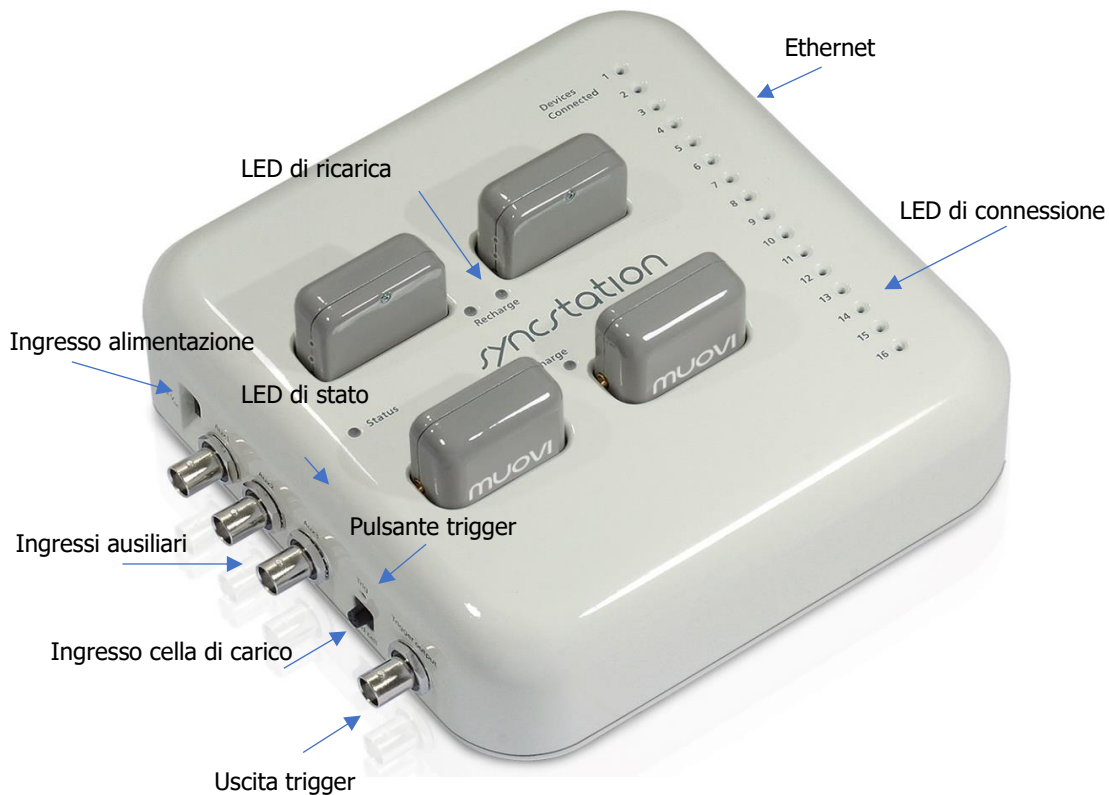

FIG. 7.2: SyncStation: controlli, connettori e indicatori.
Il sistema MuoviPro è dotato di una base di ricarica e sincronizzazione chiamata SyncStation, riportata in Figura 7.2, questa è in grado di ricaricare fino a 4 sonde Muovi simultaneamente. A fianco dell'alloggiamento dedicato ad ogni sonda Muovi, sulla SyncStation, vi è un LED (vedi Fig. 7.2) che indica lo stato di ricarica della rispettiva sonda. La base SyncStation, oltre a costituire la piattaforma di ricarica delle singole sonde, svolge le seguenti funzioni:
- Generazione segnale di trigger, mediante pressione del pulsante dedicato (vedi Fig. 7.2)
- Uscita trigger tramite BNC-OUT (vedi Fig. 7.2)
Sulla SyncStation sono presenti (con riferimento alla Fig. 7.2): 6 connettori posizionati sul lato sinistro, 1 connettore posizionato sul lato destro e 4 connettori posizionati sul lato superiore: